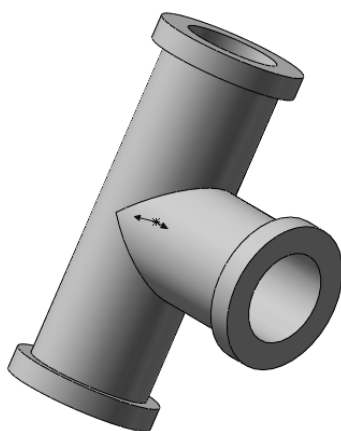

图 6-25 生成另外两个端面上的薄壁特征
(4) 生成另外两个端面上的薄壁特征。仿照步骤(3),在模型的另外两个端面生成薄壁特征,特征参数与第一个薄壁特征相同,生成的模型如图 6-25 所示。